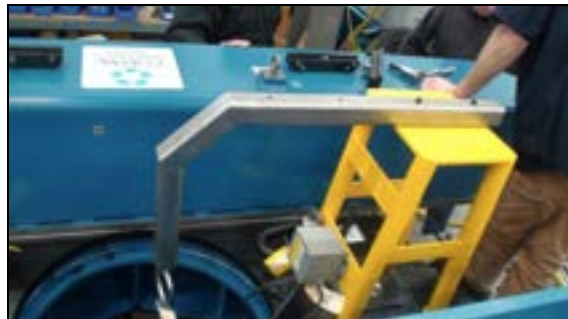

FIGURE 4-49. POSITION DE RANGEMENT DE LA TOUR DE TUYAUX
7. Placez la tour de tuyaux en position de rangement (voir la Figure 4-49).